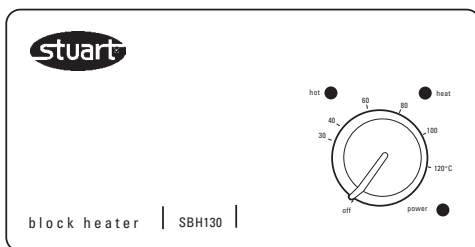

Figura 4 - comandi analogici
2. Si accende la spia "power" - vedere la figura 4.
3. La temperatura desiderata può essere impostata agendo sulla manopola di regolazione contrassegnata "heat" sul lato destro del quadro di comando - vedere la figura 4. La rotazione della manopola alla posizione contrassegnata "off" spegne l'apparecchio, altrimenti i valori stampati intorno alla manopola indicano la temperatura impostata.
4. L'apparecchio comincia a riscaldare i blocchi di alluminio alla temperatura impostata e si accende la spia contrassegnata "heat" sul quadro di comando - vedere la figura 4.
5. Qualora la temperatura dei blocchi superi i 50°C, si accende a luce pulsante la spia rossa contrassegnata "hot" per segnalare che la temperatura dei blocchi è troppo alta per toccarli - vedere la figura 4. La spia rimane accesa anche se l'apparecchio viene spento agendo sulla manopola posta sul frontalino di comando purché l'apparecchio rimanga sotto tensione e l'interruttore di accensione posto sul retro dell'apparecchio rimanga acceso.